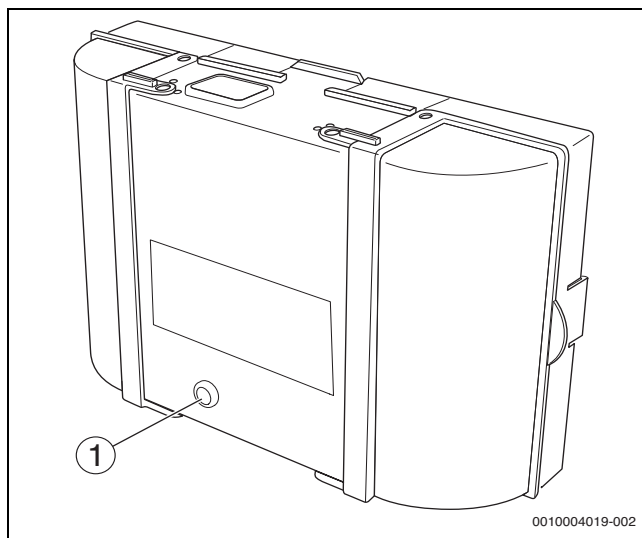

Bild 13 Störungen am Feuerungsautomaten zurücksetzen
- ▶ Reset-Taste am Feuerungsautomaten drücken (→Bild 13). Die Störung wird nicht mehr im Display angezeigt.